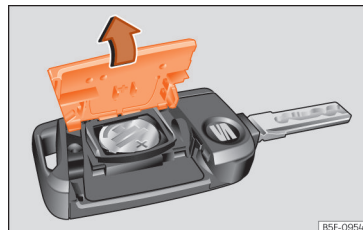

Abb. 47 Fahrzeugschlüssel: Deckel des Batteriefachs öffnen.
- Abdeckung auf der Rückseite des Fahrzeugschlüssels in Pfeilrichtung abnehmen »» (Abb. 47) , »» ①.